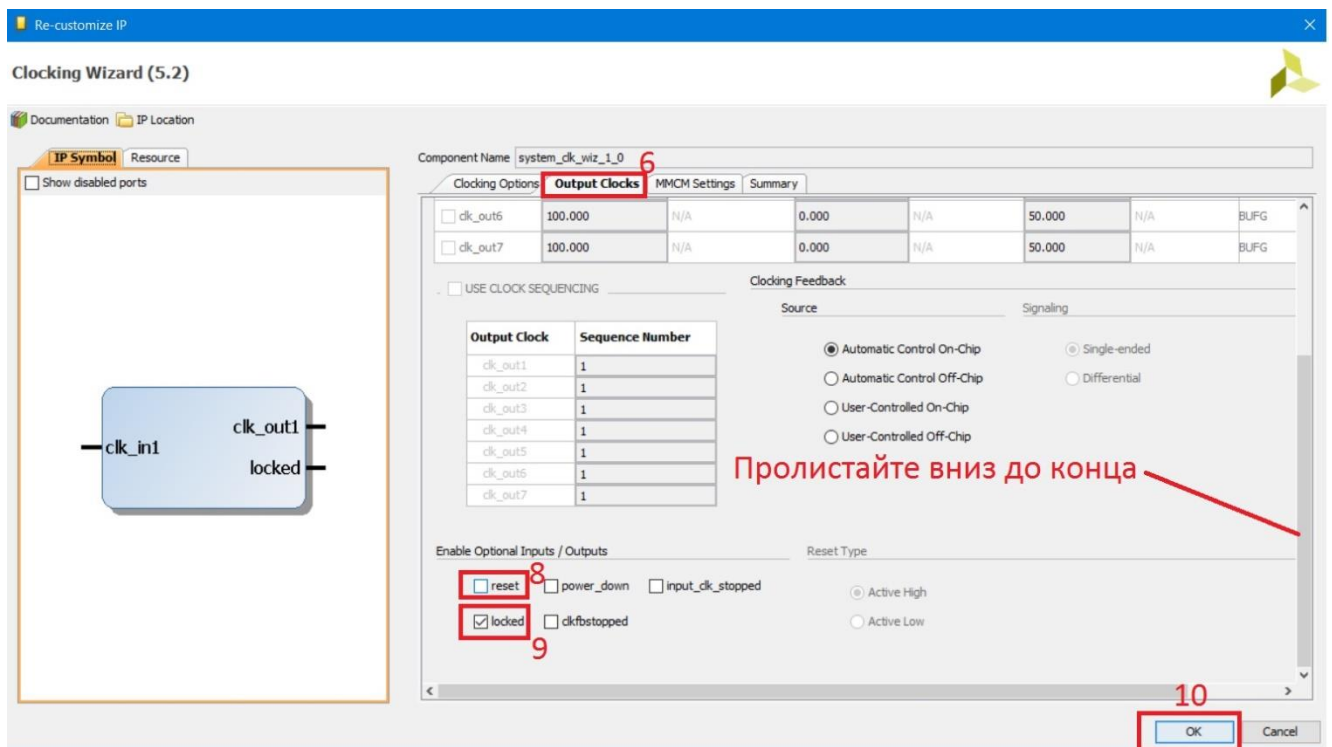

Рисунок 28 Окно настройки модуля управления тактовой частотой и синхронизацией: вкладка Clocking Options
6. Затем выберите вкладку Output Clocks (рис. 28).